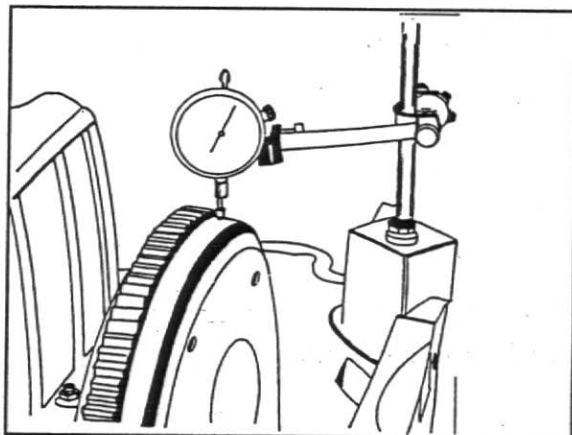

Fig. 3
7. Verifique com o relógio microcomparador, a concentricidade entre o diâmetro externo do volante e a árvore de manivelas: 0,30 mm ou 0,012 pol, fig.3.